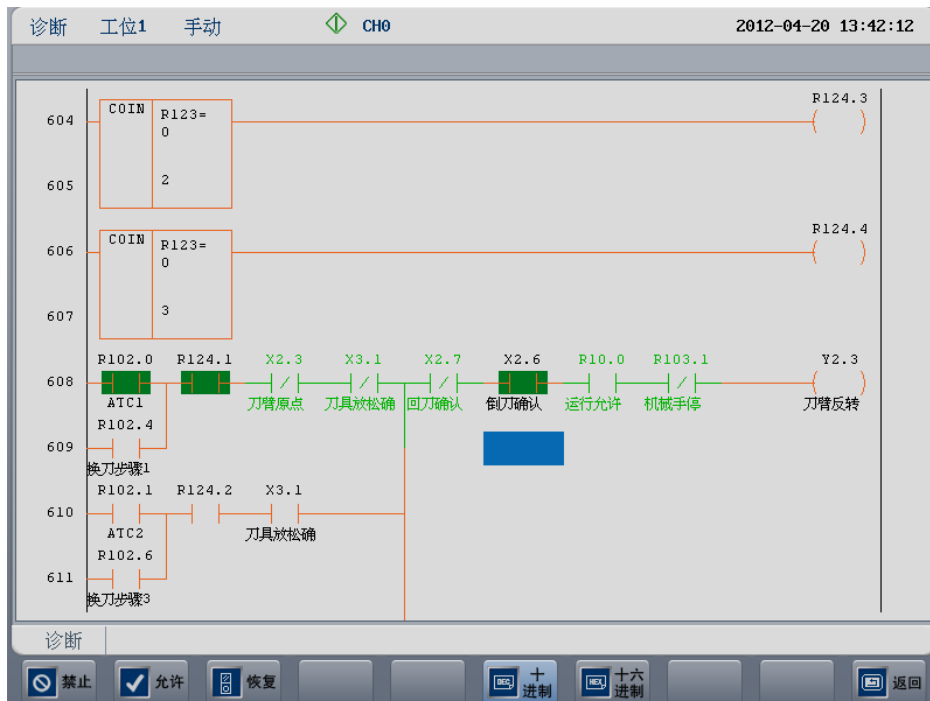

图 6.6.5 强制允许
- 7) 如图 6.6.5，R102.0、R124.1 和 X2.6 被强制允许；